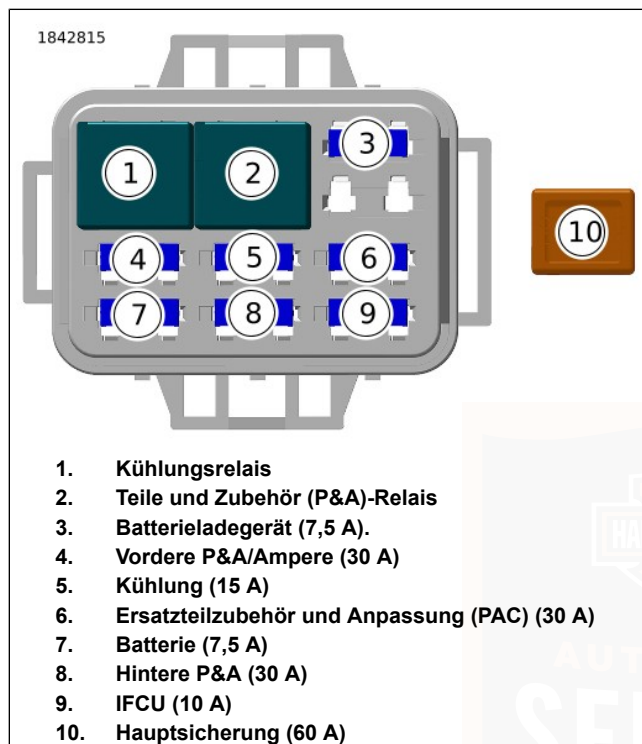

Abbildung 136. Identifizierung von Sicherungen und Relais
4. Siehe Abbildung 136. Die Sicherung entfernen und den Schmelzeinsatz überprüfen.